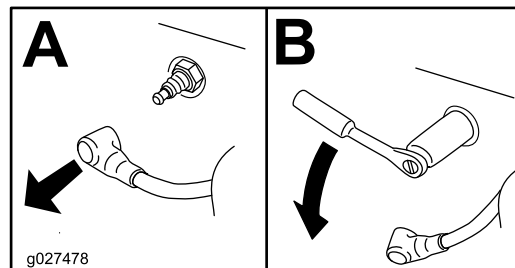

Figura 49
4. Togliete la candela (Figura 49).